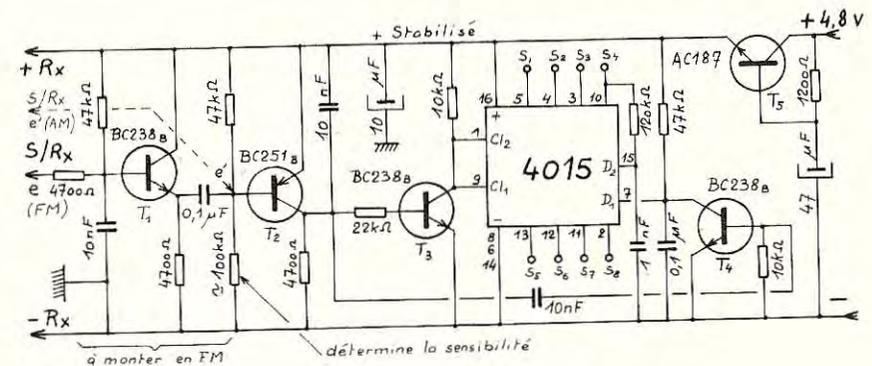

Fig. VIII-34. — Schéma du décodeur TF6.
a) Le schéma (Fig. VIII-34)
- Une cellule de filtrage électronique nécessitant en plus : 1 10 μ F tantale, 1 AC187 et 1 1200 Ω /4w. Cela pour éviter des interractions avec certains types de servo-mécanismes. Voir la fig. VIII-34.